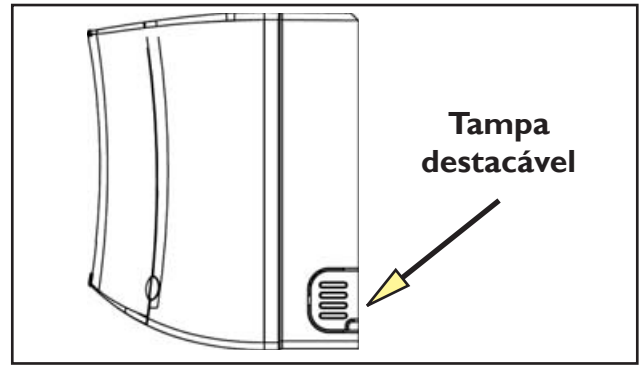

FIGURA 18
- Retire a tampa descartável da unidade (figura 18) e passe a tubulação através da parede (repita o procedimento acima para cortar e instalar o tubo de 75 mm).